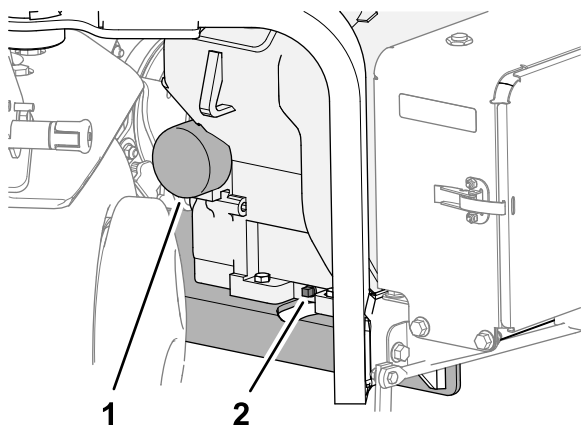

Figura 150
- Collocate una bacinella sotto al tappo di spurgo dell'olio e rimuovete il tappo (Figura 150).
- Collocate una bacinella di spurgo bassa sotto il filtro dell'olio e togliete il filtro (Figura 150).
- Inserite il filtro dell'olio sul relativo adattatore in modo che la guarnizione sia a contatto con l'adattatore del filtro (Figura 150), quindi serrate il filtro di un ulteriore 1/2 giro.